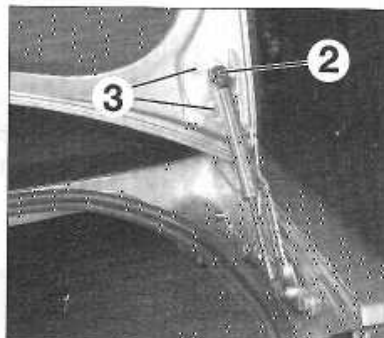

FIGURE 11-20
- Retirer l'agrafe et dégager les équilibres (2), à l'aide d'un tournevis (figure 11-20).
- Retirer les vis de fixation (3) des charnières et déposer le couvercle (figure 11-20).